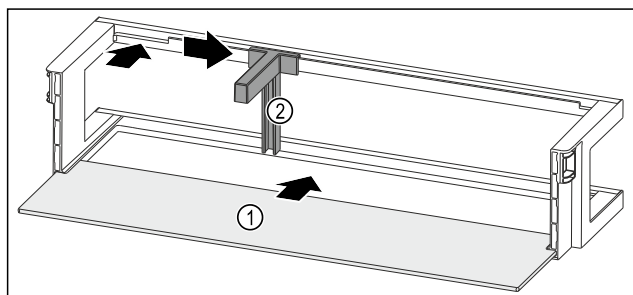

Fig. 232 Дверная полка со съемной полкой
- ▶ Вдвиньте съемную полку Fig. 232 (1) в боковые пазы.
- ▶ Установите держатель для бутылок Fig. 232 (2) в выемку.
- ▶ Сместите держатель для бутылок Fig. 232 (2) в нужное положение в сторону.